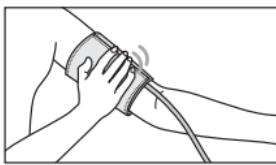

Рис. 7
4. Застегните манжету так, чтобы она плотно облегала руку, но не перетягивала ее (рис. 7). Слишком тесное или, наоборот, слишком свободное наложение манжеты может привести к неточным показаниям.